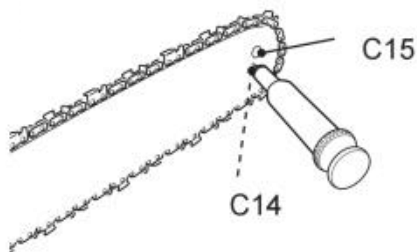

Fig. 69
2. Za pomocą jednorazowego pistoletu do smarowania włożyć końcówkę igły do otworu smarowego (C14) i wstrzyknąć smar, aż pojawi się na zewnętrznej krawędzi koła łańcuchowego (Rys. 69).